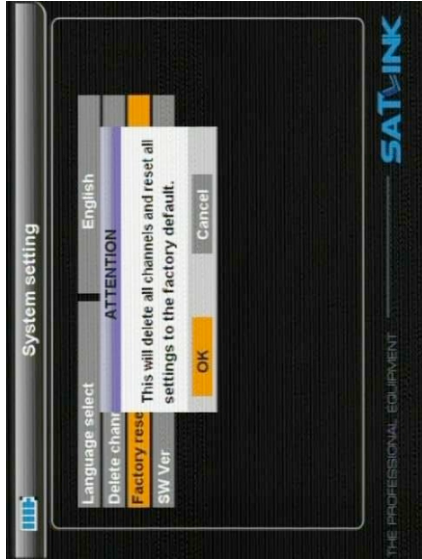

Figura 2-7
**Ajustes de Fábrica:** este submenú le permite devolver los ajustes del medidor a los parámetros originales, borrando todos los canales y configuraciones. Aparecerá la pantalla de la figura 2-7.